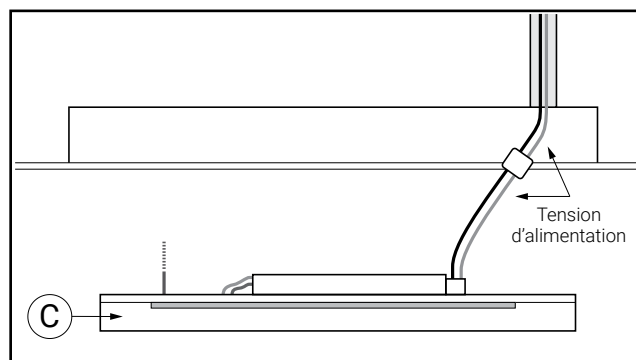

Figure 13.
13. Branchez les conducteurs de tension d'alimentation au panneau DEL (C) (fig. 13).